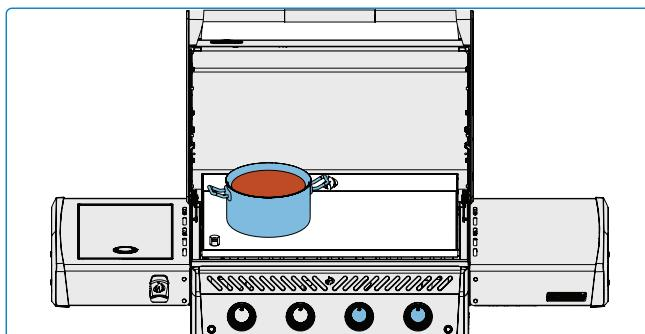

Fig. 10
- Usare la piastra per sciogliere o scaldare le salse. Posizionare pentole o padelle su un lato a fuoco medio-basso. (Fig. 10).